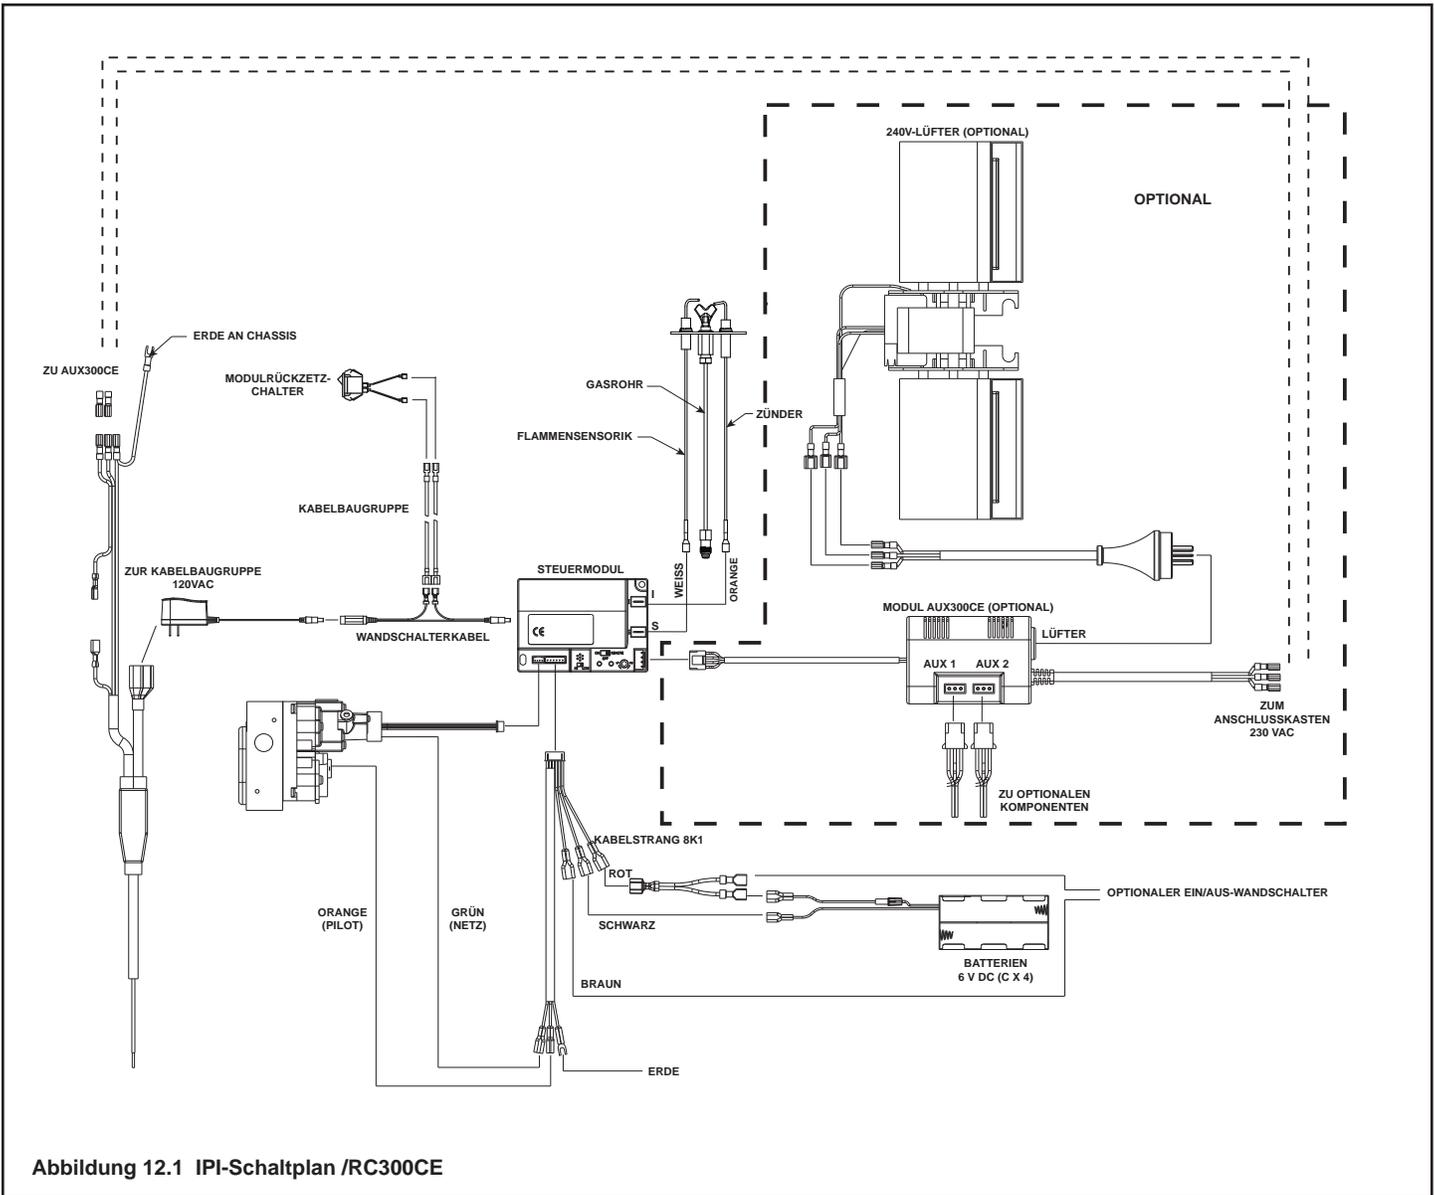

Abbildung 12.1 IPI-Schaltplan /RC300CE
- Siehe Abbildung 12.1, Schaltplan für Intellifire Plus™ Pilotzündung (IPI).